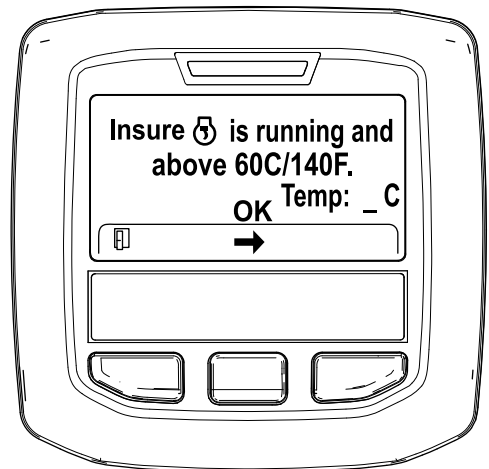

Figura 32
- Si la temperatura del refrigerante se encuentra por debajo de 60 °C (140 °F) aparece el mensaje "Insure ☺ is running and above 60C/140F" (Asegúrese de que está funcionando y por encima de 60 °C/140 °F). (Figura 32).